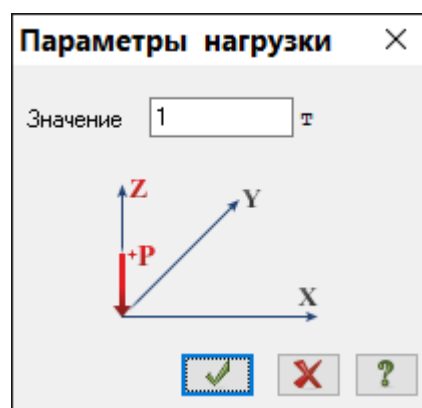

Рис.10.17. Диалоговое окно **Параметры нагрузки**
- В появившемся окне введите значение **P = 1 т** (рис.10.17).